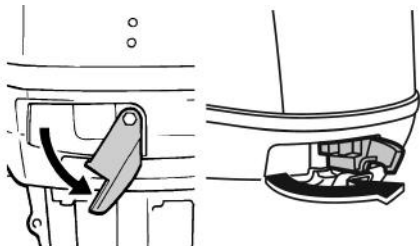

Рис. 21 Снятие кожуха двигателя
2. Переведите рычаг замка кожуха двигателя вниз до упора (для моделей F100EFI–F115EFI:: потяните оба рычага на себя) (Рис. 21) и снимите кожух двигателя.